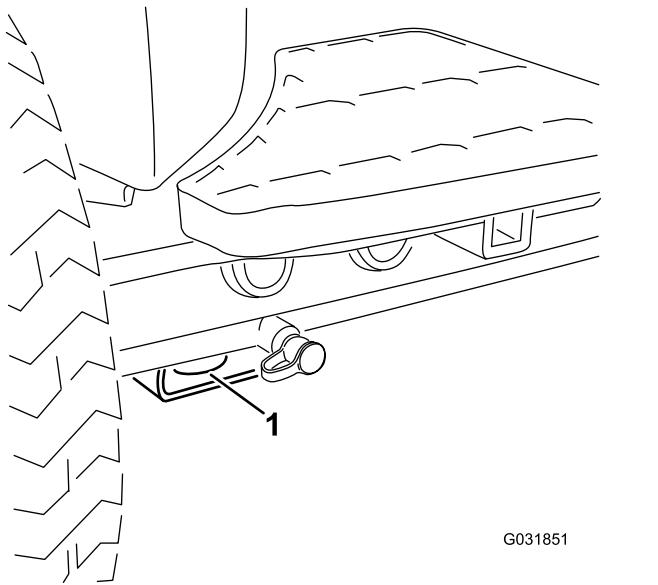
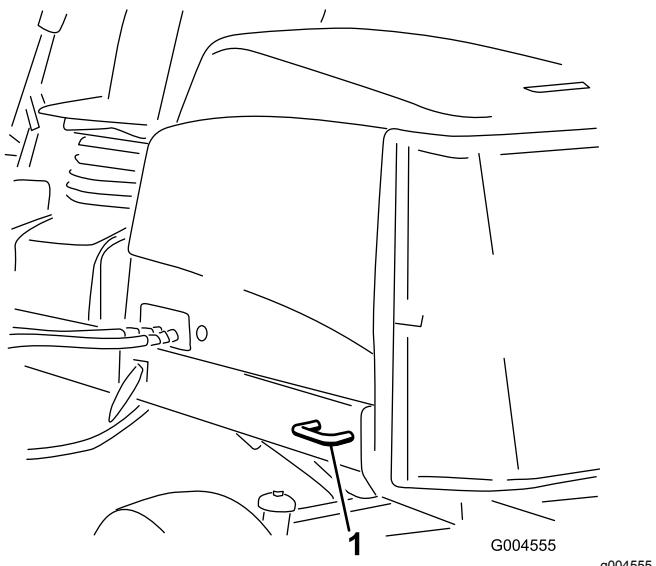

Figura 57
Figura 58
5. Utilice los puntos de amarre metálicos de la máquina para sujetar la máquina firmemente al remolque o al camión con correas, cadenas, cables o cuerdas (Figura 57 y Figura 58).
- Delantero – el orificio del bloque rectangular, debajo del tubo del eje, al interior de cada rueda delantera (Figura 57)
- Detrás – en cada lado de la máquina, en el bastidor trasero (Figura 58)